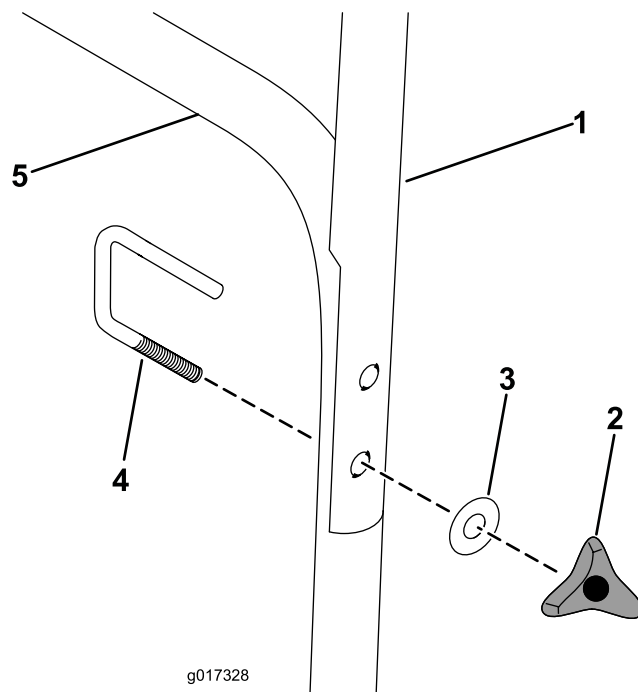

图4
4. 将上手柄上的孔与下手柄对齐 (图4)。
5. 将 U 形螺栓穿过上下手柄，用垫圈和手轮固定 (图4)。